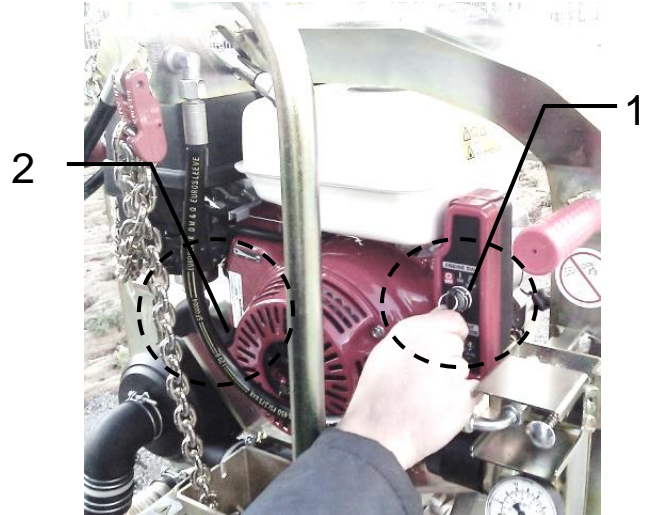

Abb. 3
- Gerät (PJ-1650-B) am Elektrostarter (1) einschalten. Schalter auf „ON“ stellen (Abb. 3).
- Benzinmotor über Elektrostarter (1), oder über Revisierstarter (2) starten (Abb. 3). (Details siehe beiliegende HONDA - Betriebsanleitung).